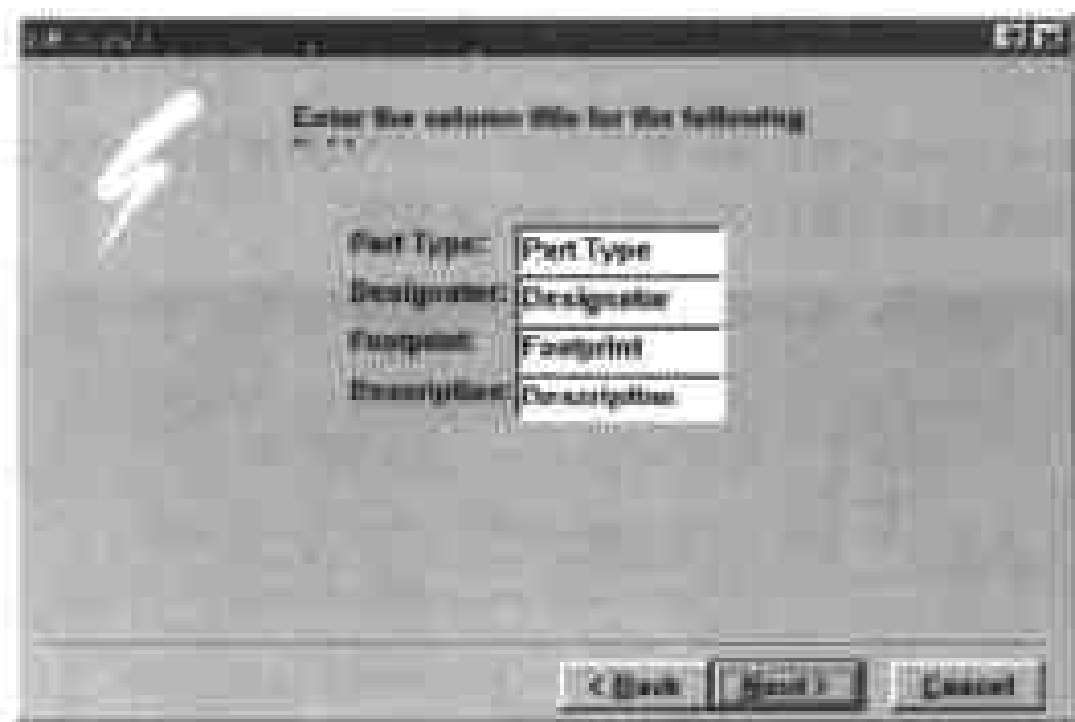

图 5-8 设置元件列表中各列的名称
(5) 设置好元件列表中的内容之后,单击 Next 命令按钮,进入下一步操作,打开如图 5-8 所示的对话框,在此对话框中提供了 4 个选项,在它们的输入框中分别输入适当的内容,定义元件列表中各列的名称。